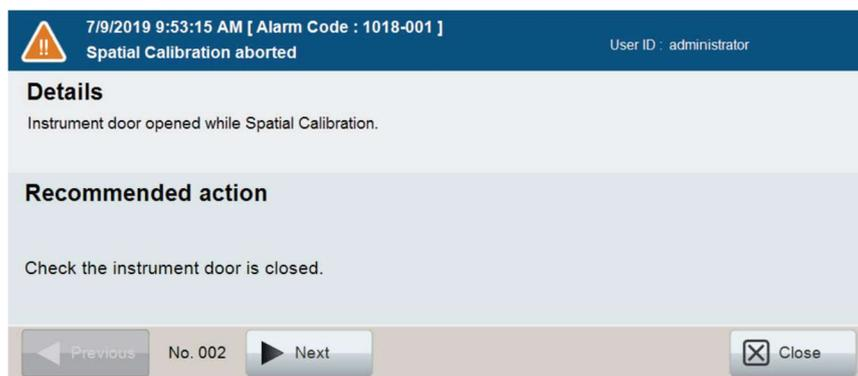

図 112 Alarm Details 画面
3. リストで特定のアラームログを選択し、画面下の **Details**（アラームログを選択するとアクティブになる）を選択すると、そのアラームの詳細を確認できます。（図 112）
- Alarm Detail 画面（図 112）の Details と Recommended action に表示されている情報を確認します。表示された情報に対処するために、必要な是正措置を亀甲します。エラーコードとその対応のリストについては、セクション 11 を参照してください。